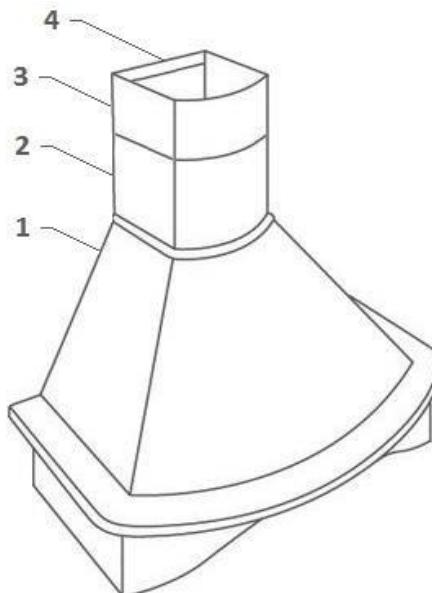

Рис. 1
КОМПЛЕКТУЮЩИЕ ДЛЯ СБОРКИ (рис. 1)
4. Сделайте отверстия в помеченных местах с помощью сверла, соответствующего диаметром прилагаемым дюбелям с шурупами (5) (рис. 1).
1. На прикрепленную к стене вытяжку установите декоративные короба (2) и (3) (рис. 1).
2. Выдвиньте верхний короб (3) (рис. 1) на нужную высоту.
3. Отметьте на стене расположение отверстий, находящихся в верхнем коробе (3), для точной установки монтажной ленты (4) (рис. 1).
4. На выбранной высоте приложите к стене ленту (4) (рис.1) и отметьте отверстия для монтажа.
5. Просверлите отверстия в стене, используя сверло, диаметр которого соответствует прилагаемым дюбелям (6) (рис.1). Установите монтажную ленту (4) (рис.1) на стене, на отмеченной высоте.